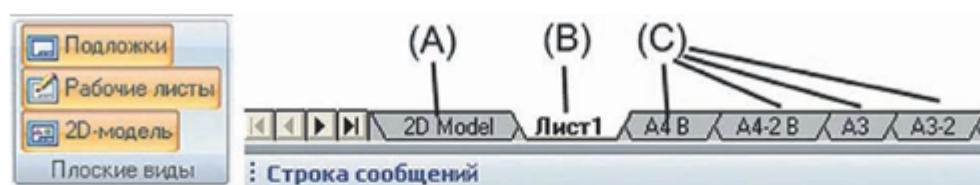

Рис. 2. Типы листов
– лист 2D-модели (A) (рис. 2), который является эквивалентом пространства плоской модели. Здесь вы чертите, образмериваете и добавляете обозначения в модель в масштабе 1:1;